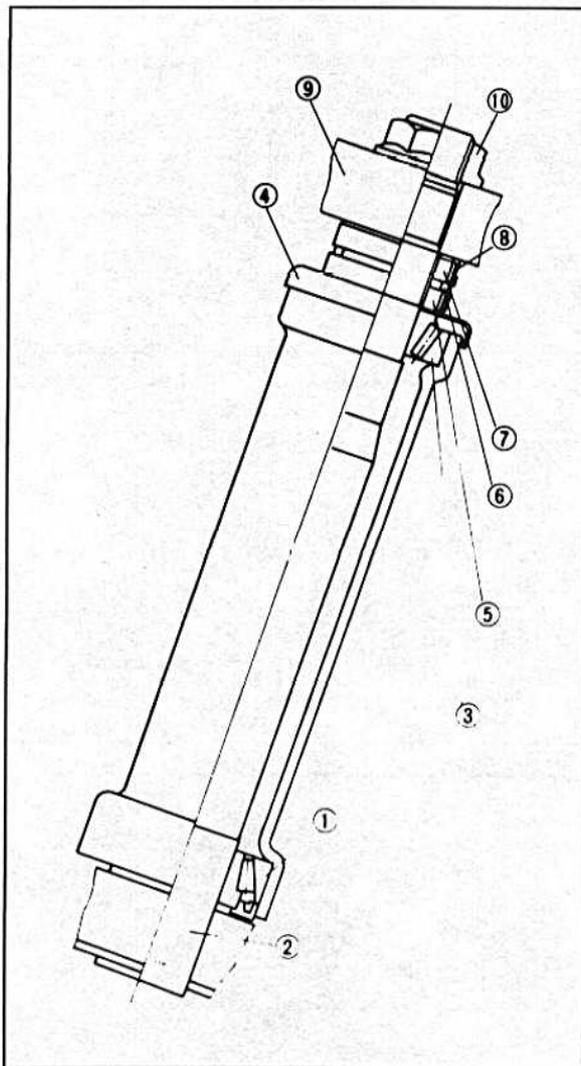

Bild 362
- Das obere Lager einbauen und den Lagerdeckel auflegen (Bild 362).